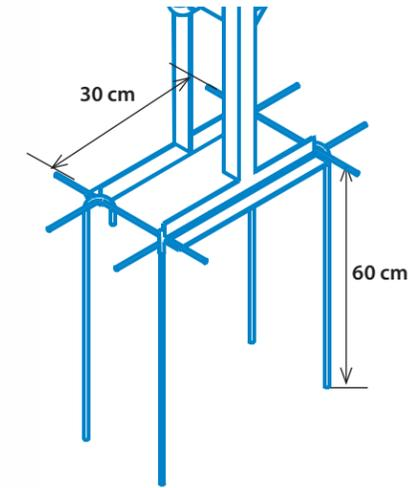

Fig. 29. Cuadro de varilla de 3/8" para base de concreto de Bomba manual de agua.
2. Arme un cuadro con las varillas de 3/8" x 40 cm y sujételo con alambre recocido a la parte inferior de las patas de la base metálica de la Bomba (ver Fig. 29).